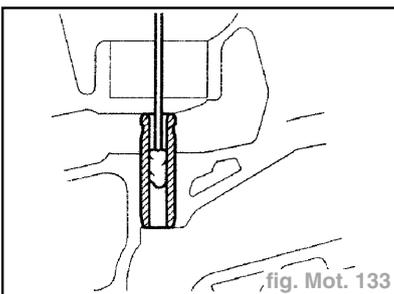

fig. Mot. 133
- A l'aide d'une brosse pour manchons guides de soupape et d'un solvant, nettoyer tous les manchons-guides (fig. Mot. 133).